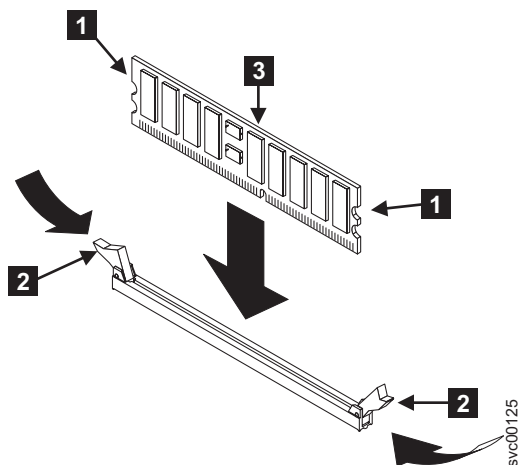

図 96. メモリー・モジュールの交換
- クリップ **2** を開き、125 ページの図 96 に示すように、メモリー・モジュール **3** を下げてコネクタに差し込みます。DIMM を完全に差し込んで、クリップを閉じます。